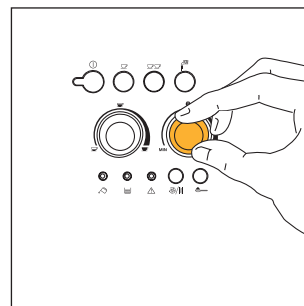
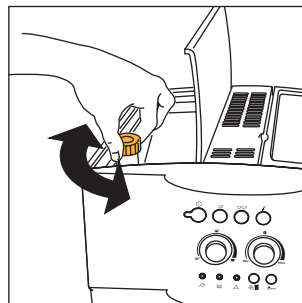

Abb.7
Abb. 17
- 2) Mit dem rechten Drehknopf (Abb. 7) die Einstellung des gewünschten Kaffeegeschmacks vornehmen. Je weiter Sie nach rechts drehen, desto höher ist die Kaffeebohnenmenge, die die Kaffeemaschine mahlen wird; demzufolge wird auch der Kaffeegeschmack stärker ausfallen. Beim ersten Gebrauch der Kaffeemaschine bereiten Sie versuchsweise mehrere verschiedene Kaffees zu, um die für Sie richtige Position des Drehknopfs herauszufinden. Achten Sie darauf, nicht zu weit nach rechts zu drehen, da sonst das Risiko besteht, dass die Kaffeeabgabe zu langsam erfolgt (tröpfchenweise), vor allem bei dem Bezug von zwei Tassen Kaffee.
HINWEIS 1: Wenn der Kaffee tröpfchenweise oder nicht ganz heraustritt, muss der Drehknopf zur Einstellung des Mahlgrads (Abb. 17) um eine Position nach rechts gedreht werden (siehe Kap. 6). Drehen Sie jeweils um eine Position, bis eine zufriedenstellende Kaffeeabgabe erreicht wird.
HINWEIS 2: Falls der Kaffee zu schnell heraustritt und die Crema nicht nach Ihrem Geschmack ausgefallen ist, den rechten Drehknopf (Abb. 7) etwas nach rechts drehen. Gehen Sie versuchsweise vor, und bereiten Sie mehrere Kaffees zu, um die richtige Position des Drehknopfs herauszufinden. Achten Sie darauf, den Drehknopf nicht zu sehr nach rechts zu drehen, da sonst das Risiko besteht, dass der Kaffee zu langsam ausläuft (tröpfchenweise), vor allem bei der Zubereitung von zwei Tassen Kaffee. Falls nach einigen Kaffees, die Crema noch immer nicht zu Ihrer Zufriedenheit ausfallen sollte, drehen Sie auch den Drehknopf zur Einstellung des Mahlgrads (Abb. 17) um eine Position nach links (siehe Kap. 6).
Zur Behebung dieser Störung muss der Mahlgrad des Mahlwerks neu eingestellt werden. Hierzu den Drehknopf zur Einstellung des Mahlwerks drehen (Abb. 17), und zwar um eine Position nach links (wie in Kap. 6 beschrieben).
Falls die Kaffeeausgabe dennoch nach den ersten Kaffees zu schnell oder zu langsam (tröpfchenweise) erfolgen sollte, muss dies durch den Drehknopf zur Einstellung des Mahlgrads (Abb. 17) korrigiert werden. Durch Drehen um eine Position nach rechts (entspricht einer Ziffer), erfolgt eine schnellere Kaffeeausgabe (nicht tröpfchenweise).